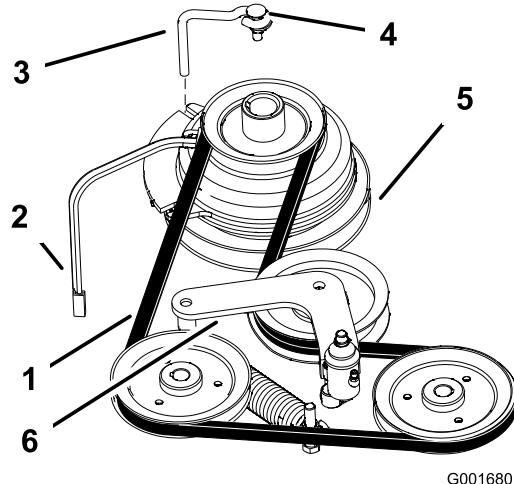

Figure 51
2. Retirez le boulon de la butée d'embrayage et débranchez le fil de l'embrayage électrique (Figure 51).
4. Retirez la courroie de transmission des poulies du moteur et des pompes hydrauliques (Figure 51).
5. Montez la courroie neuve sur les poulies du moteur et des pompes hydrauliques (Figure 51).
7. Puis relâchez-la (Figure 51).